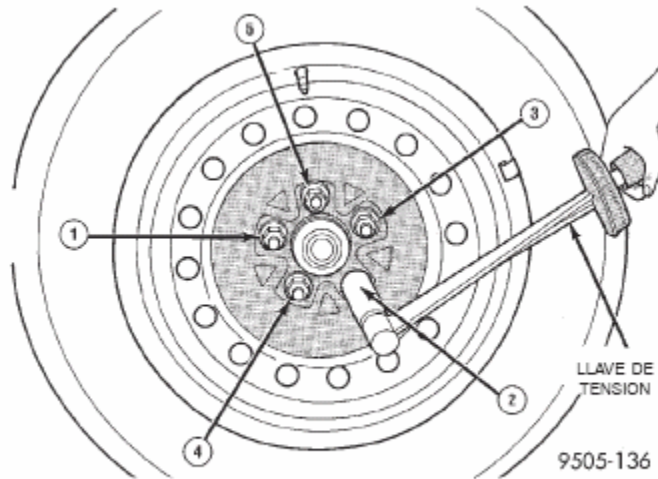

Fig. 25 *Secuencia de torsión de las tuercas de la rueda*
(15) Instale el conjunto de rueda y neumático delantero. Coloque las tuercas de orejeta de las ruedas delanteras y apriételas en la secuencia correcta (Fig. 25). Apriete las tuercas de orejeta con una torsión de 135 N·m (100 lbs. pie).